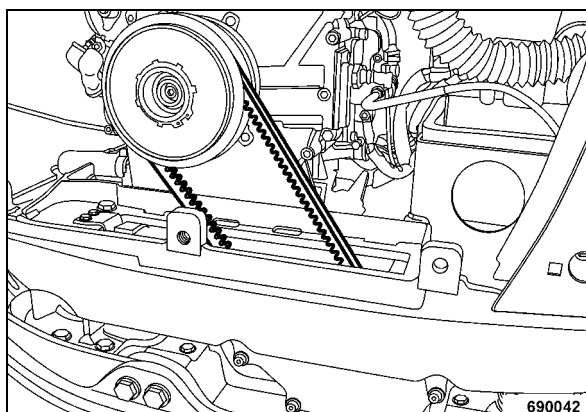

рис. 75
- Проверить состояние клинового ремня (рис. 75).